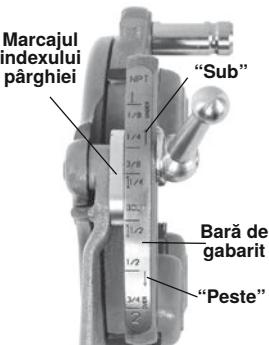

Figura 12 – Reglarea dimensiunii filetelui
3. Porniți cu marcajul indexului pârghiei aliniat cu marcajul de gabarit dorit pe bara de gabarit. Pe capetele-filieră pentru bolțuri, așezați marcajul pârghiei în linie cu bara de gabarit. Pentru filetarea șuruburilor, setați toate cuțitele-filieră pentru șuruburi la linia BOLT (șrub) pe bara de dimensiuni (figura 12).